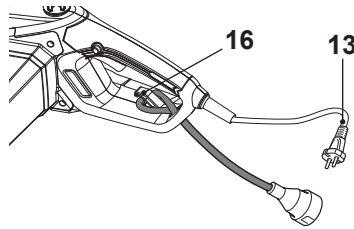

Fig. 15
1. Asegúrese de que el interruptor de encendido/apagado (17) no quede pulsado.
2. Doble hacia atrás el cable de extensión a unos 30 cm del extremo e introduzca el cable enrollado en el orificio del protector de seguridad trasero y engánchelo en la protección contra tirones del cable (16). Tire con cuidado del cable para asegurarse de que está bien sujeto en la empuñadura (Fig. 15).